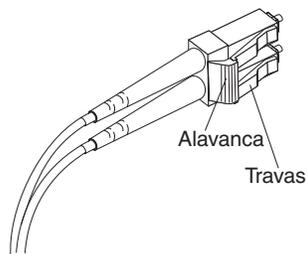

Figura 30. Alavanca e Travas do Cabo Fibre Channel LC-LC
1. No final do cabo LC-LC que se conecta ao módulo SFP ou ao adaptador de barramento de host, pressione para baixo e segure a alavanca para soltar as travas, conforme mostrado em Figura 30.